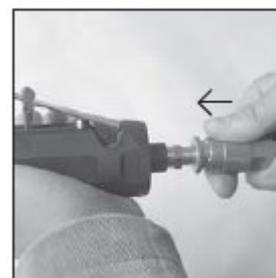

Fig. 5
6. Rimuovere il tappo dell'aria dall'ingresso dell'attrezzo e collegare il tubo di alimentazione dell'aria all'attrezzo. Impostare la pressione dell'aria a 6,2 bar (90 psi) (vedi Fig. 5).